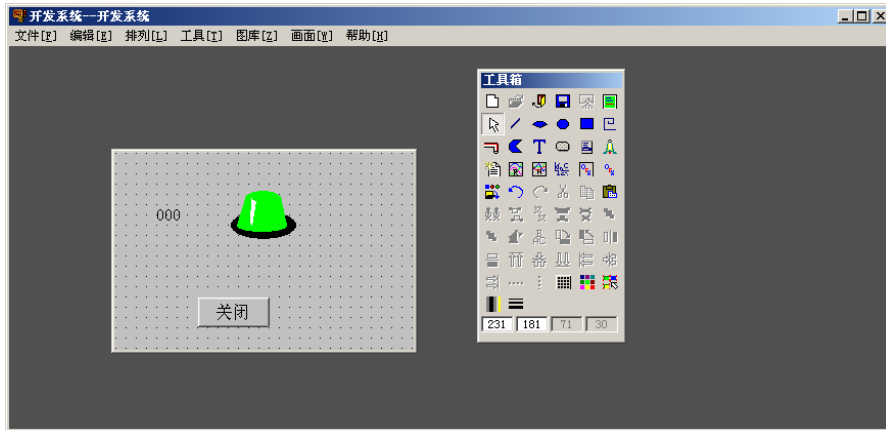

图 2-12 图形画面
(4) 在工具箱中选择“按钮”控件添加到画面中，然后选中该按钮，单击鼠标右键，选择“字符串替换”，将按钮“文本”改为“关闭”。设计好的图形画面如图 2-12 所示。